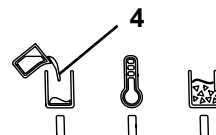

Fig. 12
- ◆ L'indicatore "Riscaldamento/Pronto esercizio" (5, Fig 12) è spento.